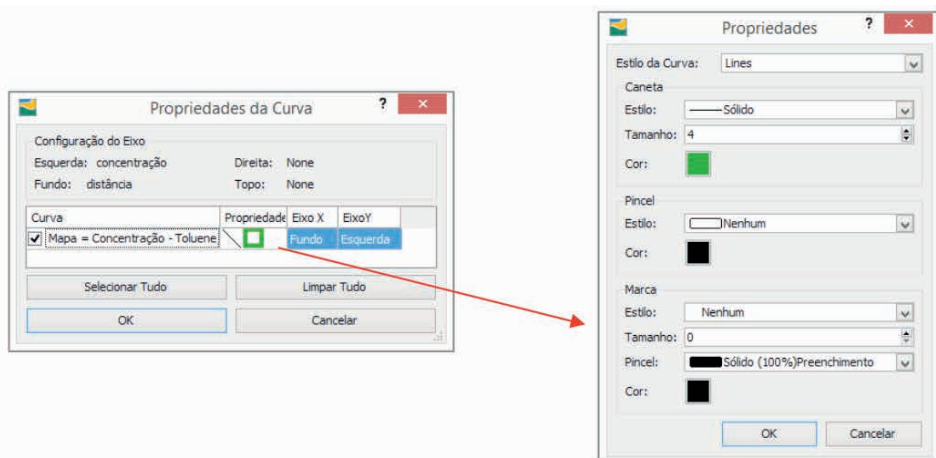

Figura 2.179 Caixa de edição das Propriedades da Curva.
- Curvas: permite o usuário configurar as propriedades das curvas no gráfico (Figura 2.179).